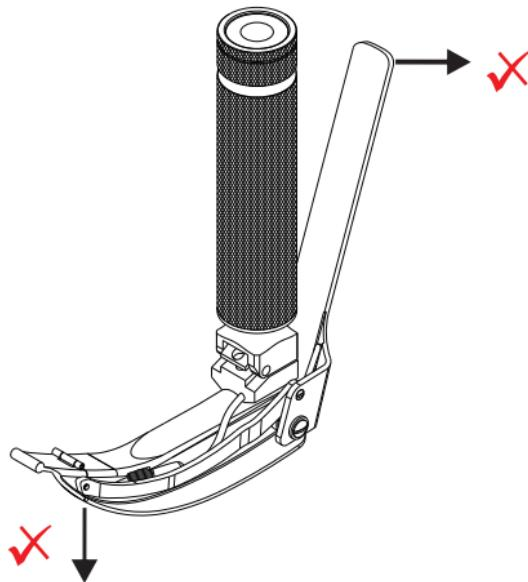

Fig.2
- Não aplique pressão nas direções mostradas na (Fig. 2), pois pode forçar a lâmina e alavancá-la para fora.